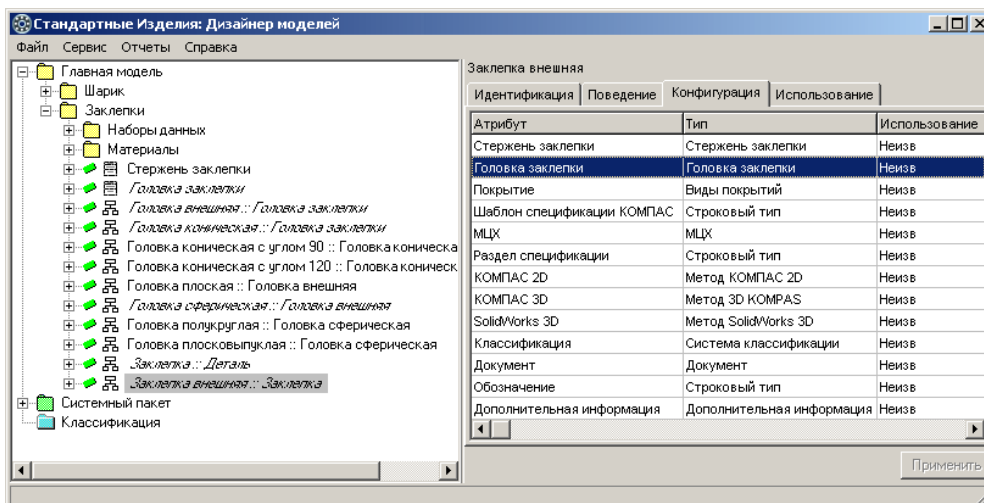

Рис. 4.119.
5. Раскройте вкладку **Конфигурация**. На вкладке будут показаны атрибуты, по которым класс можно конфигурировать (рис. 4.119).